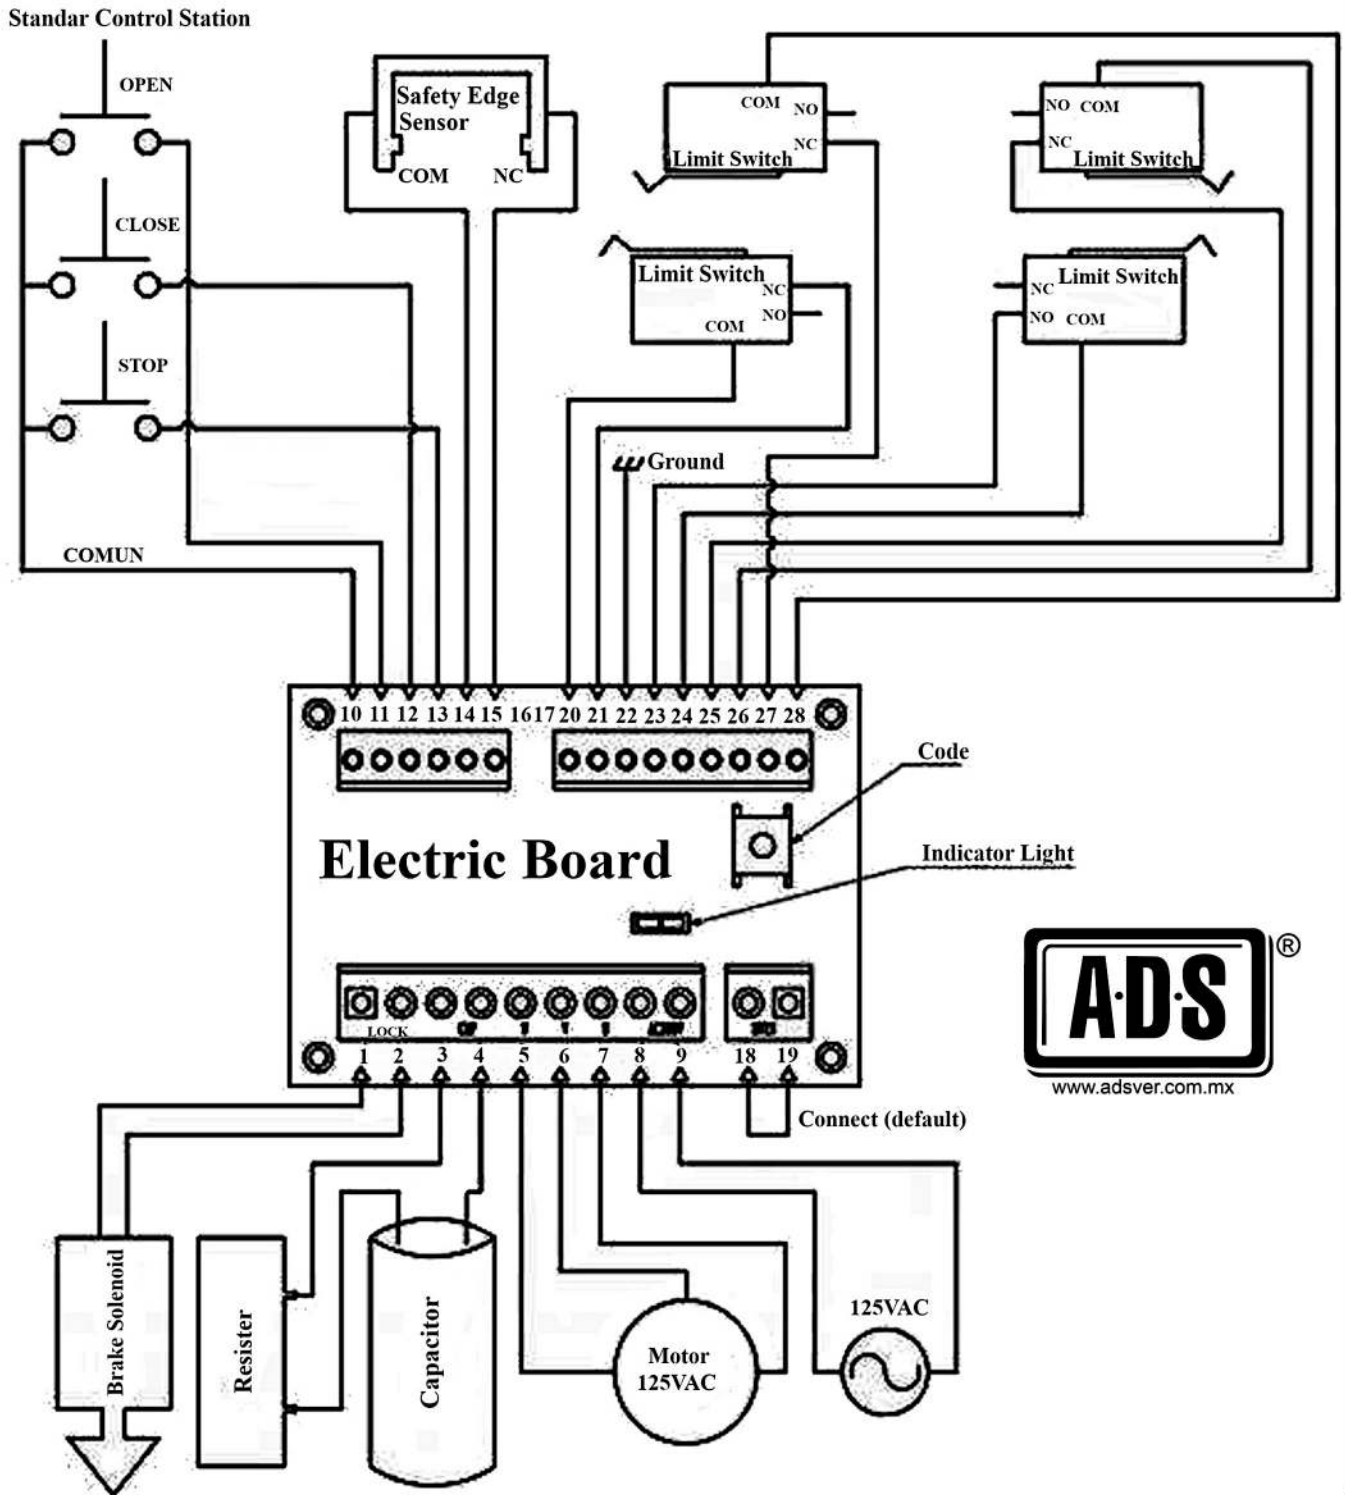

Figura 8
Este Operador Incluye un **Sistema Manual de Emergencia** por medio de un Dispositivo de Cadena y un Dispositivo de Enclavamiento que aísla el Sistema Eléctrico a través de un Contacto NC. (Véase figura 8) del Cableado de la Tableta Electronica. El Borne 18-19 (Sistema de Emergencia Eléctrico)
- a). - Pulse el Botón **CODE**, el **LED** Indicador se Enciende en la Tableta Electrónica y Liberar Inmediatamente el Botón. Puede Encontrar el Botón **CODE** y el **LED** Indicador en (Véase figura 8) El Led Indicador se Mantiene Encendido Durante 8 Segundos.
(véase figura 8).